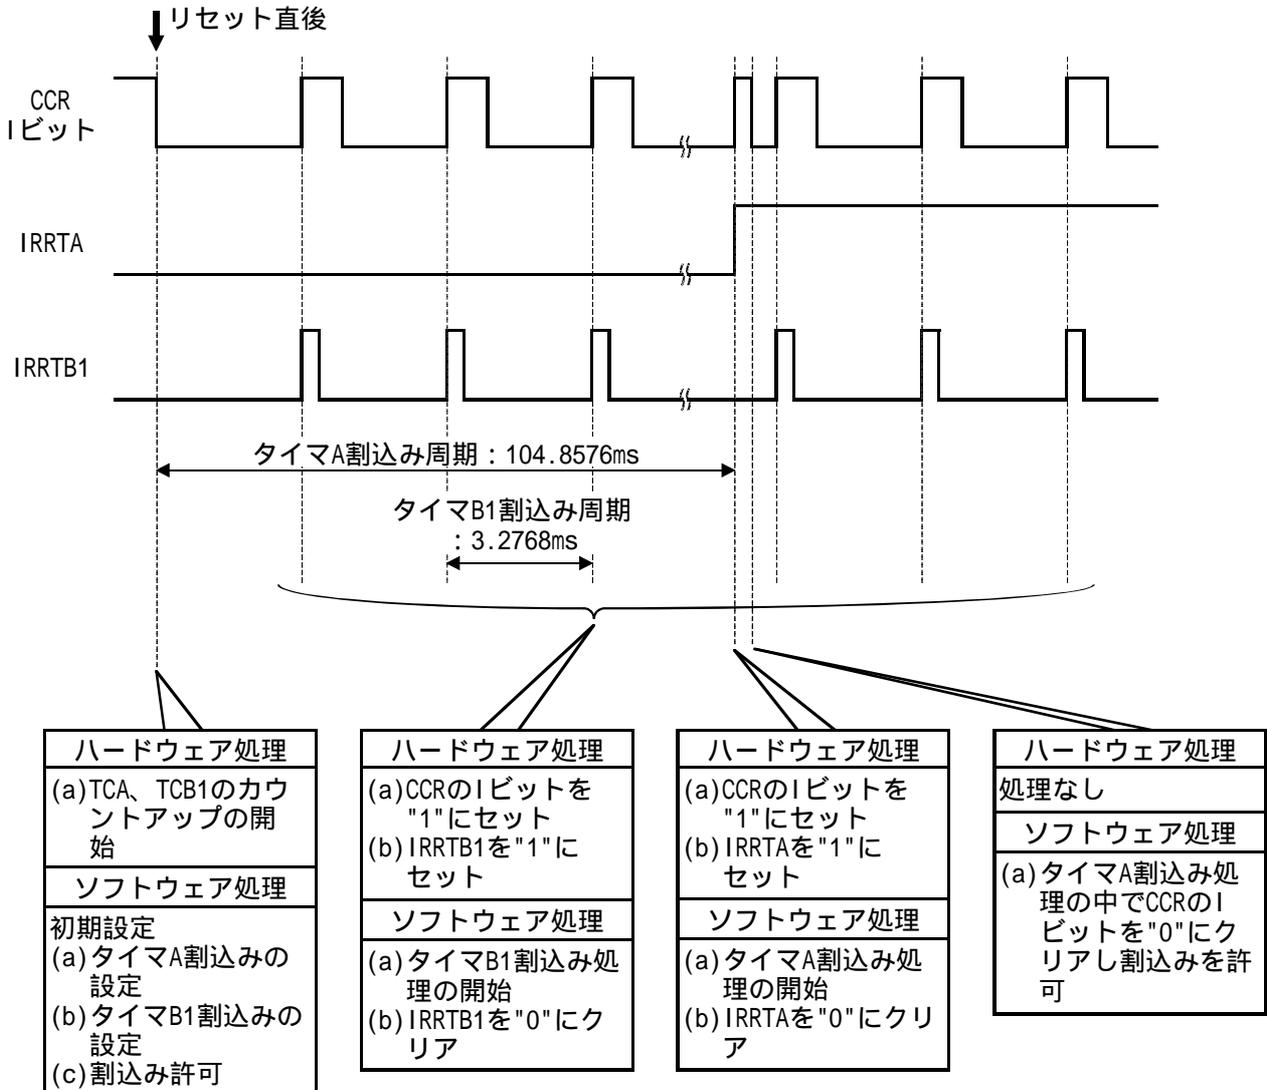

図2 内部割込みによる多重割込み動作の動作原理
(1) 図2に動作原理を示します。図2に示すようなハードウェア処理、およびソフトウェア処理により内部割込みによる多重割込み動作を行ないます。